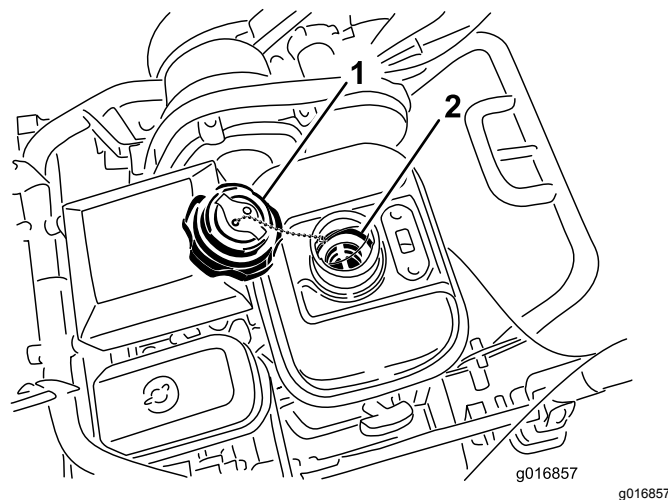

Рисунок 35
1. Выверните и снимите крышку топливного бака (Рисунок 35).